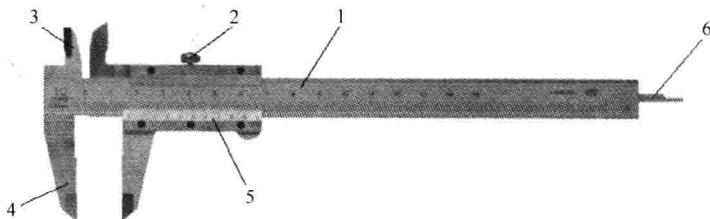

图 1-9 游标卡尺
(1) 游标卡尺的结构 游标卡尺由尺身 1 和游标 5 组成, 如图 1-9 所示。松开锁紧螺母 2 即可推动游标在尺身上移动, 两个测量爪 3 或 4 可测量尺寸。测量爪 3 可测量孔径、孔距及槽宽, 测量爪 4 可测量外圆和长度等, 还可用尺身后的测深杆 6 测量内孔和沟槽深度。